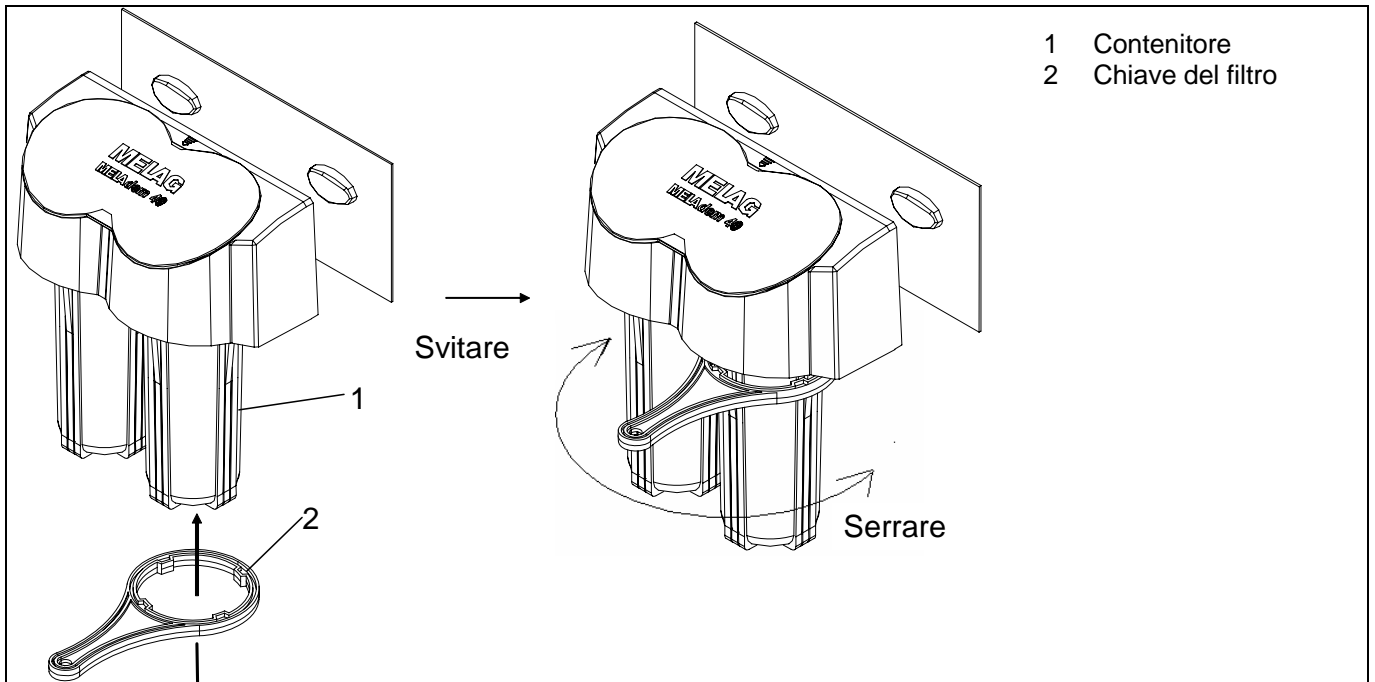

Fig. 17: Come si usa la chiave del filtro
- Far scorrere la chiave dal fondo sul contenitore del filtro e sollevarla finché possibile. Lasciare che si blocchi in quella posizione. Aprire ciascuno dei contenitori girando la chiave in senso orario, visto dall'alto: vedere Fig. 17. Non appena i contenitori possono essere svitati facilmente, togliere la chiave e proseguire a mano.